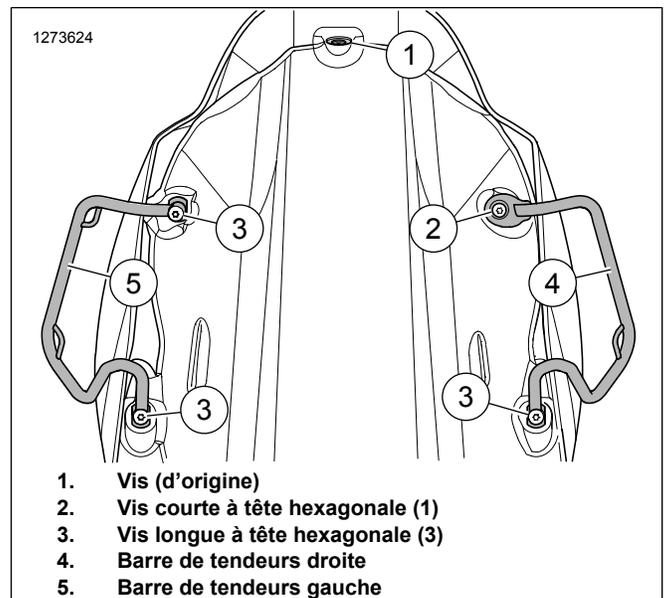

Figure 6. Barre de tendeurs installée
- d. Consultez Figure 6 . Installez la vis supérieure (1). Serrez.
5. Consultez Figure 6 . Répétez l'étape 4 pour la barre de tendeurs (5) gauche.